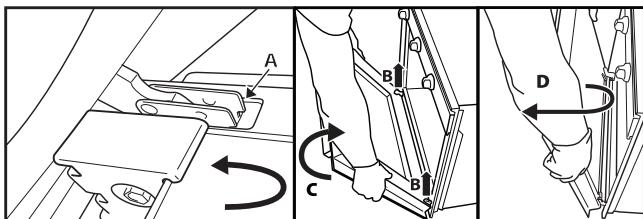

Рис. 2
- Закрійте дверцята до кінця (A), підніміть їх (B) і поверніть (C), поки вони не вивільняться (D) (рис. 2).